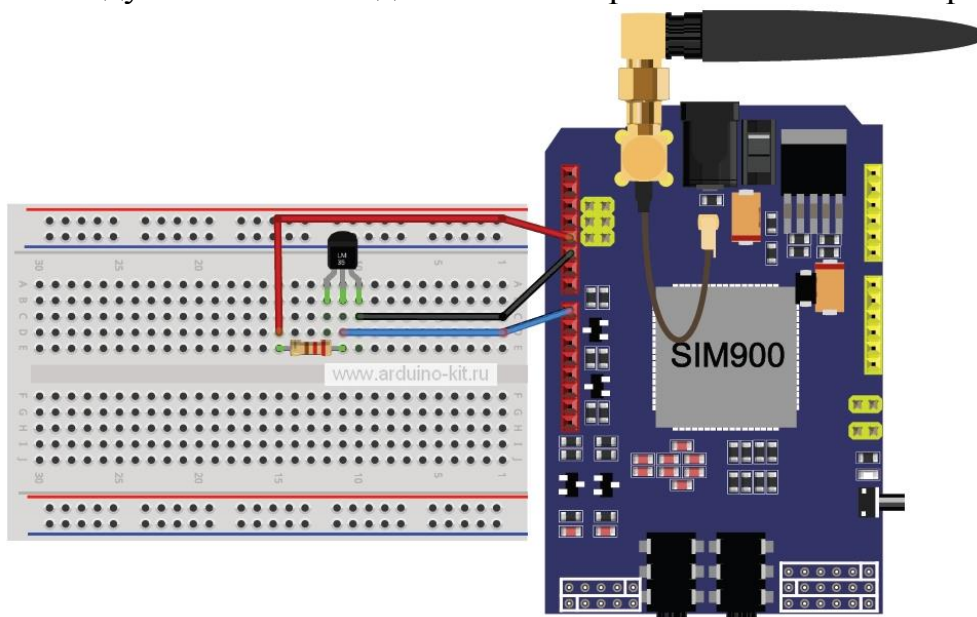

Рис. 32.1. Схема подключения модуля GSM/GPRS shield и датчика LM335.
GSM/GPRS shield на базе модуля SIMCom SIM900 выпускают несколько производителей, и платы имеют незначительные отличия. Также на некоторых платах расположены: слот для SIM-карты, стандартные 3,5 мм джек для аудиовхода и выхода и разъём для внешней антенны. На плате GSM/GPRS shield имеется несколько перемычек, позволяющих выбрать тип serial-соединения (hardware или software). GSM/GPRS shield имеет два способа включения – аппаратный (кратковременное нажатие кнопки PWRKEY) и программный (используется один из выходов Arduino). Рассмотрим пример отправки и получения SMS-сообщений с помощью GSM/GPRS shield. Каждые 30 минут будем отправлять на определенный номер показания аналогового датчика температуры LM335, подсоединенного к выводу A0. Схема соединений эксперимента показана на рис. 32.1.
2. Собираем схему, согласно рис. 32.1.